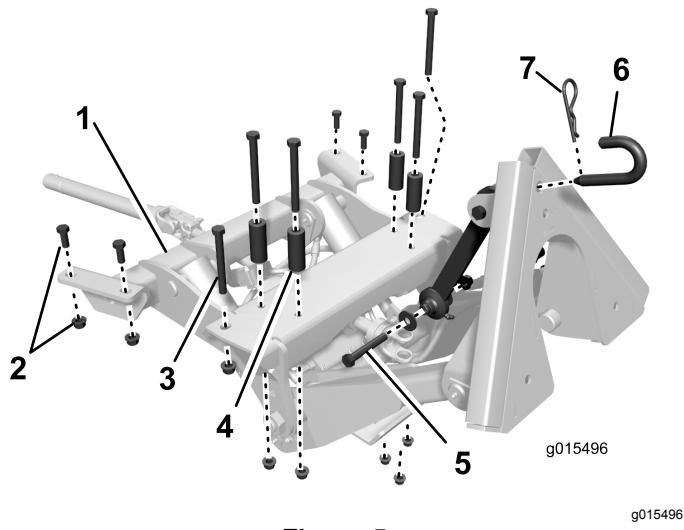
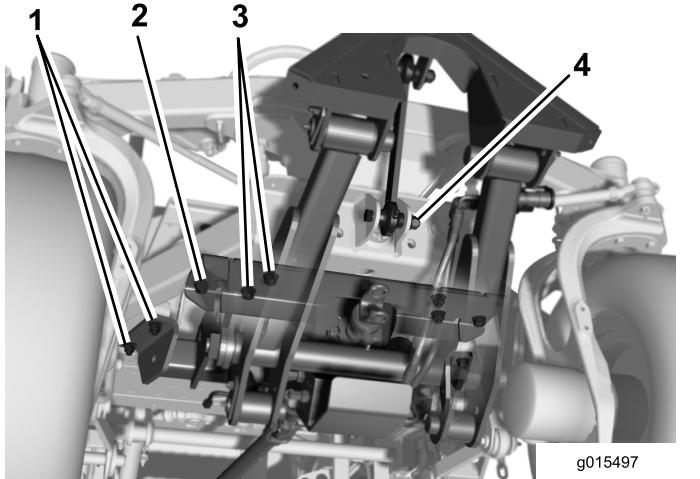

Figura 5
Figura 6
- Figura 5 mostra a vista superior do local, posicionamento e dimensão dos fixadores utilizados para prender a estrutura de ligação frontal à parte inferior da estrutura da unidade de tração.
- Posicione a estrutura de ligação frontal por baixo da parte frontal da máquina (Figura 6).
- Eleve a estrutura de ligação frontal alinhando os furos de montagem com os furos nos canais da estrutura e placa transversal da estrutura frontal (Figura 6).
- Na parte frontal do acessório, prenda o furo exterior, em cada lado, aos canais da estrutura com um parafuso (1/2 pol. x 4 1/2 pol.) e porca flangeada (1/2 pol.) como se mostra na Figura 6.
- Na parte traseira do acessório, prenda sem apertar cada lado aos canais da estrutura com dois parafusos (1/2 pol. x 1 1/4 pol.) e porcas flangeadas (1/2 pol.) como se mostra na Figura 6.
- Utilizando os furos de montagem remanescentes, prenda o acessórios na placa transversal da estrutura com parafusos (1/2 pol. x 4 1/2 pol.), espaçadores e porcas flangeadas (1/2 pol.) como se mostra na Figura 6. Posicione os espaçadores entre a cabeça do parafuso e a placa transversal.
- Prenda o conjunto da ligação superior ao suporte do eixo com um parafuso (1/2 pol. x 3 3/4 pol.), duas anilhas de suporte, espaçador e uma porca de bloqueio (1/2 pol.) como se mostra na Figura 5 e na Figura 6.